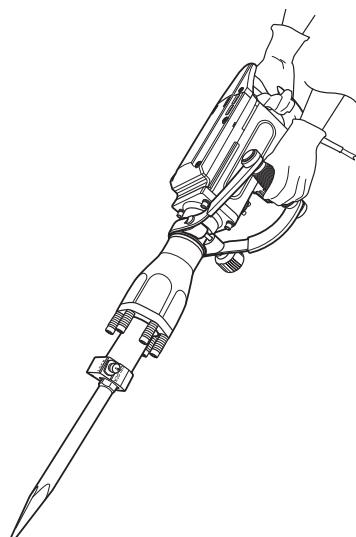

Fig. 5
- > Sujete siempre el producto por las empuñaduras y manténgalas secas para obtener un apoyo seguro (Fig. 5).